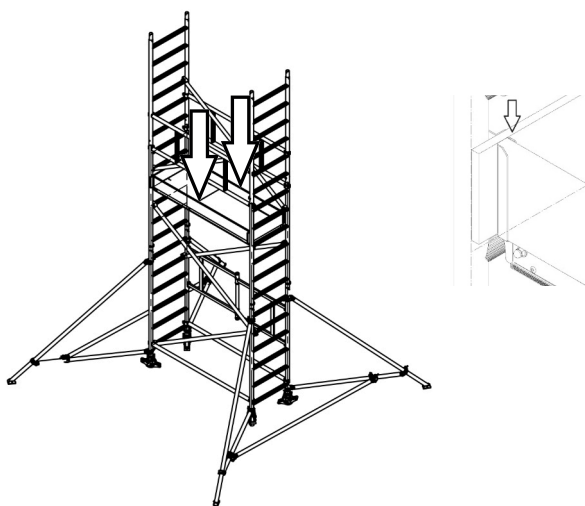

Rys. 78. Montaż stężeń skośnych
14. Zamontować stężenie skośne tak, aby dolne haki były zamontowane na 11 szczelblu, a górne na 15 szczelblu. Następnie zamontować drugie stężenie skośne analogicznie, krzyżując z pierwszym. Należy sprawdzić prawidłowe napięcie zabezpieczeń haków (Rys. 78).